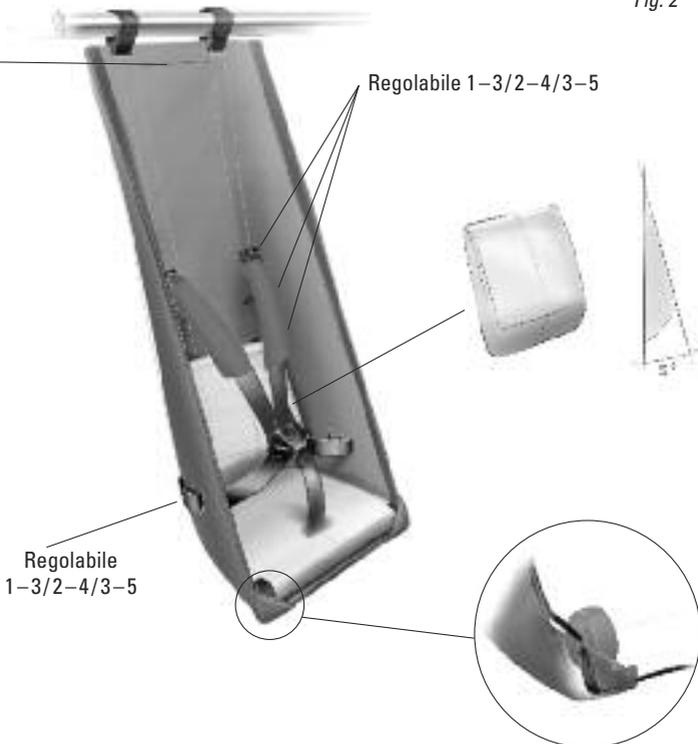

Fig. 2
- Per assicurarne la protezione in caso di ribaltamento, i bambini devono disporre di sufficiente spazio per la testa all'interno del rimorchio (si consigliano almeno 5 cm). Fare in modo che con il casco i bambini non superino mai il segno riportato all'interno del rimorchio (Fig. 2).
- 5** Infine, fissare le cinture del sedile in alto (fig. dettaglio) attorno alla staffa di sicurezza e allacciarle saldamente. Assicurarsi che le cinture siano serrate saldamente. Verificare che la cintura a cinque punti sia regolata in base all'età del bambino (Fig. 2, pagina 31)